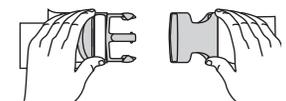

Fig. 3
1. Póngase el arnés bien utilizando la presilla o sobre la cabeza y sobre el hombro. (Fig. 3).